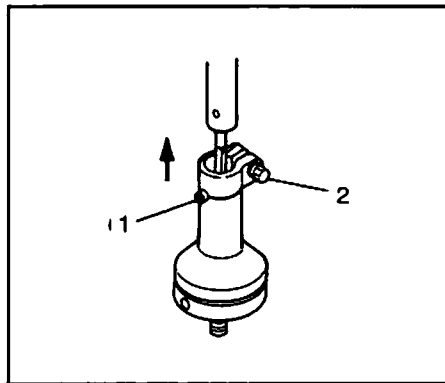

Fig. 3-5
**En Flexible drive shaft. (Fig.3-5)**
**Fr Arbre d'entraînement flexible (Fig. 3-5)**
**It Albero motore flessibile (Fig. 3-5)**
**Ge Flexible antriebswelle (Fig. 3-5)**
**Sp Eje de propulsión flexible. (Fig. 3-5)**
**Sw Flexibel drivaxel (Fig. 3-5)**